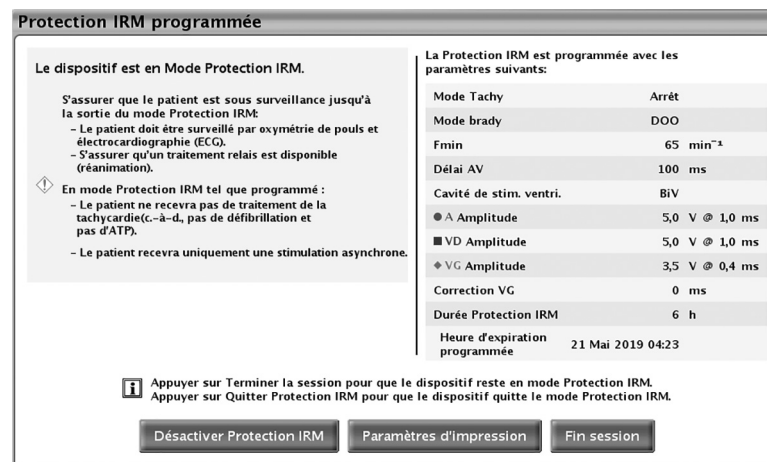

Figure 2-10. Boîte de dialogue Protection IRM programmée
- Sélectionner le bouton Sortir du mode Protection IRM sur l'écran Mode Protection IRM programmé (Figure 2-10 Boîte de dialogue Protection IRM programmée en page 2-13).